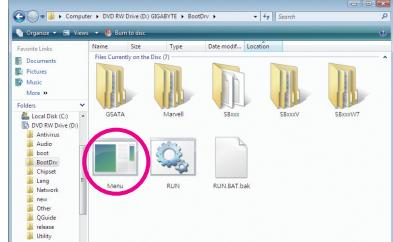
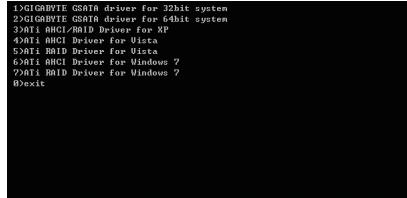

図2
図3
- 2: 光学ドライブフォルダから、BootDrvフォルダの **Menu.exe**ファイルをダブルクリックします（図2）。図3のようなコマンドプロンプトウィンドウが開きます。
- 3: 空のフォーマット済みディスクを挿入します。メニューから対応する文字を押すことでコントローラドライバを選択し、<Enter>を押します。例えば、図3のメニューから、RAID/AHCI ハードドライブに Windows XP をインストールするには、XP に対して 3) **ATi AHCI/RAID Driver for XP**を選択し、<Enter>を押します。